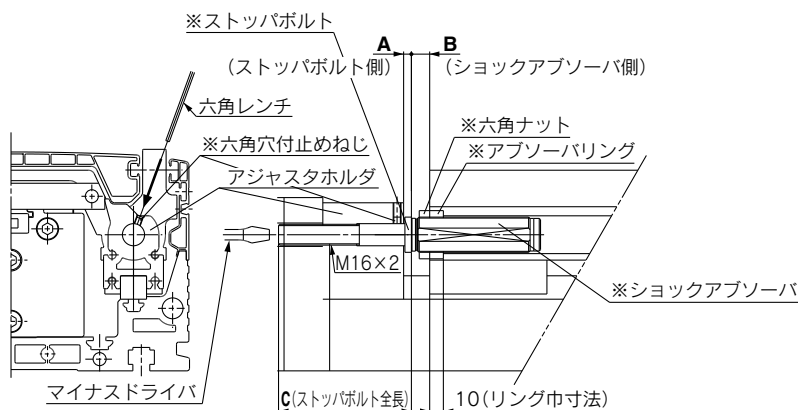

図1. ストローク調整部詳細
- ① ストップボルトの調整代Aは図1に示すように上面より六角レンチを挿入し、六角穴付止めねじを1回転程ゆるめた後ストップボルトをマイナスドライバにて調整してください。
- ストローク調整ユニットの構成は図1中の※部となります。